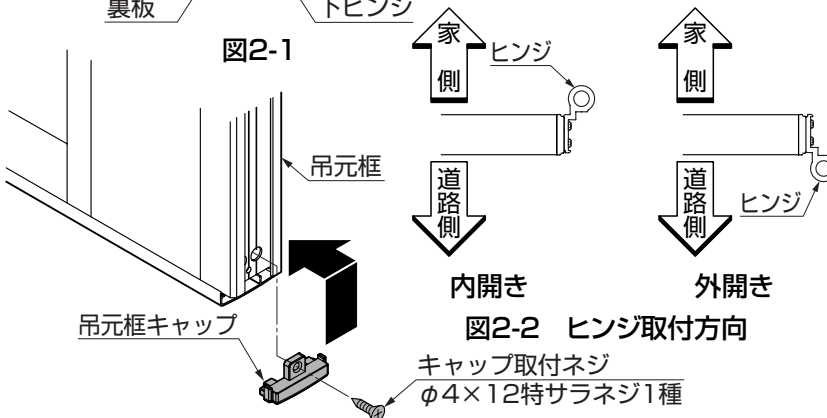

図2-2 ヒンジ取付方向
- ヒンジの向きは内開きと外開きで異なります。(図2-2参照)
④ヒンジの取付けが終了したら吊元枠キャップを取外した手順と逆の手順で取付けます。